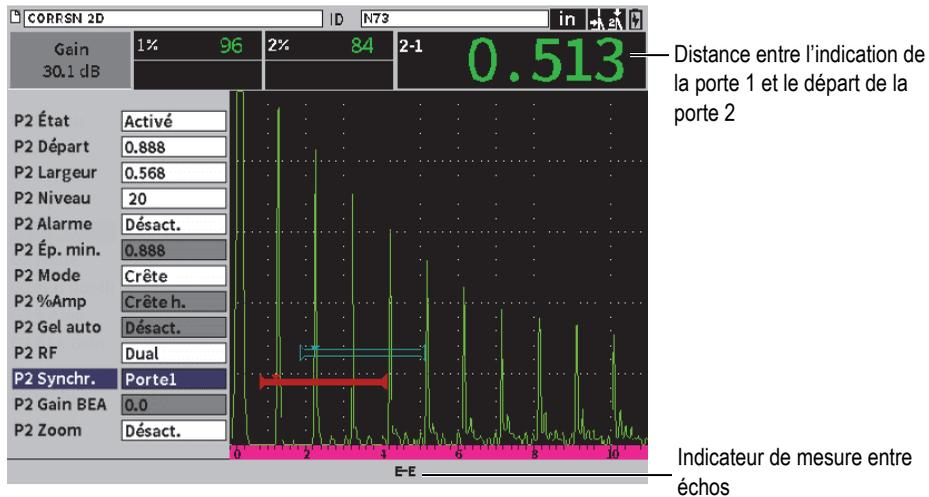

Figure 7-7 Exemple de mesure entre échos
5. Cliquez sur l'icône de la **Porte2** () , puis réglez l'état **G2** sur **Activé** (voir Figure 7-7 à la page 102).